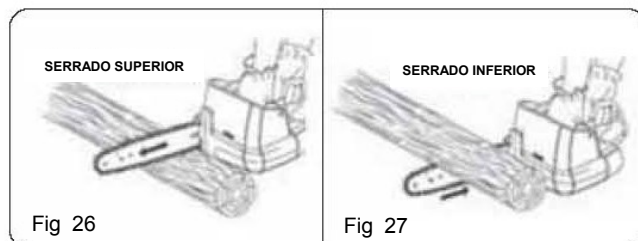

Fig 26
**SERRADO SUPERIOR** – Comience por la parte superior del tronco con la sección inferior de la motosierra contra el tronco y ejerza una leve presión hacia abajo. Tenga en cuenta que la motosierra tiende a alejarse de usted. (Fig 26)